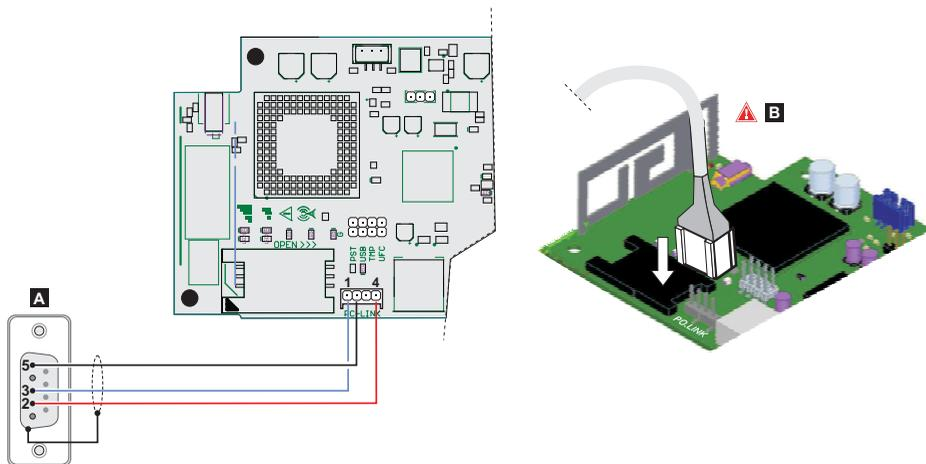

Figure 7 – Connexion par câble PC-Link : A) Connecteur RS-232 femelle, côté soudure B) Insérer correctement le câble PC-Link.
1. Branchez le port série PC-LINK du transmetteur à un port série RS232 libre sur l'ordinateur à l'aide d'un câble PC-LINK (élément accessoire), comme illustré dans la figure 7.